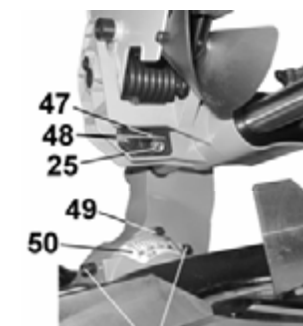

Рис. 12
10.5.5. Включите лазерный указатель (25) переключателем вкл./выкл. (9), Рис.12.